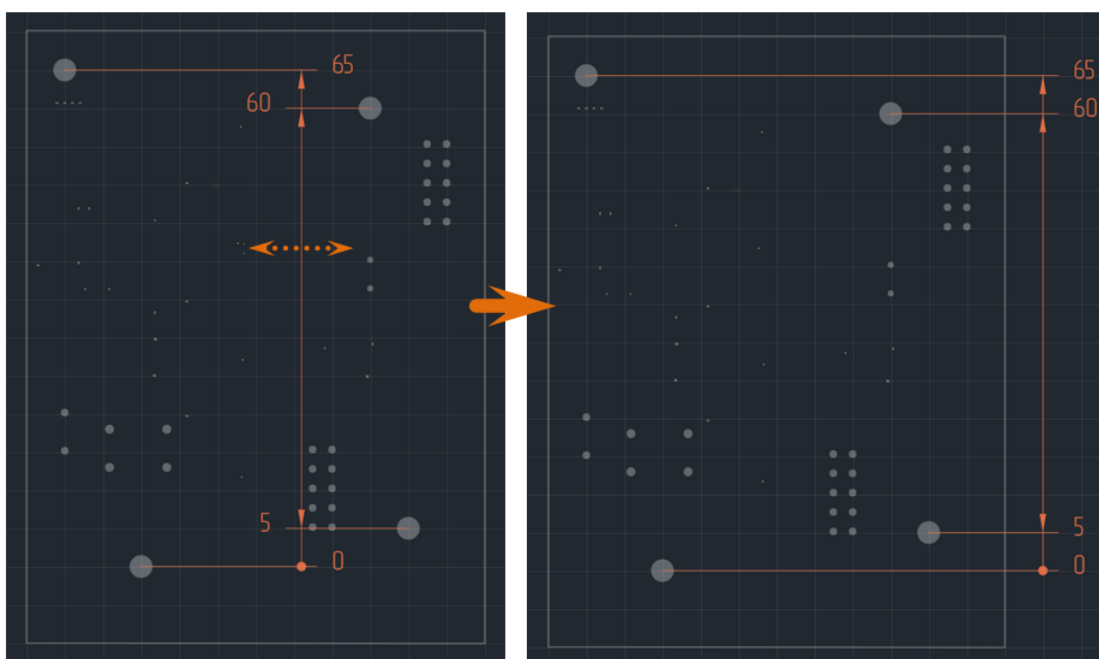

Рис. 451 Определение длины и направления выносных линий
6. Установите длину и направление выносных линий, перемещая курсор. Возможный вид размерной линии будет отображаться на экране, см. Рис. 451.